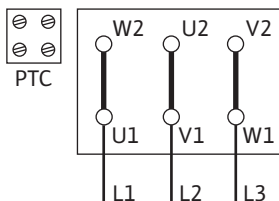
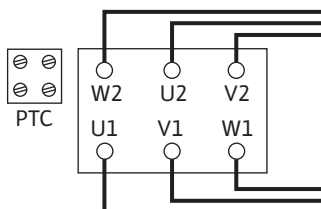

Fig. 10: Y-Δ-Anlauf
Fig. 11: Δ-Schaltung
- Der Netzanschluss ist abhängig von Motorleistung P2, Netzspannung und der Einschaltart. Erforderliche Schaltung der Verbindungsbrücken im Klemmenkasten folgender Tabelle sowie Fig. 10 und Fig. 11 entnehmen.
Y-Δ-Anlauf (Standard)	Verbindungsbrücken entfernen (Fig. 10).
Start über Softstarter	Δ-Schaltung (Fig. 11)